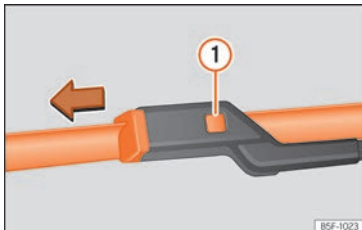

Abb. 80 Scheibenwischerblätter der Frontscheibe auswechseln.
- Entriegelungstaste » » **Abb. 80** **1** gedrückt halten und gleichzeitig das Scheibenwischerblatt in Pfeilrichtung abziehen.